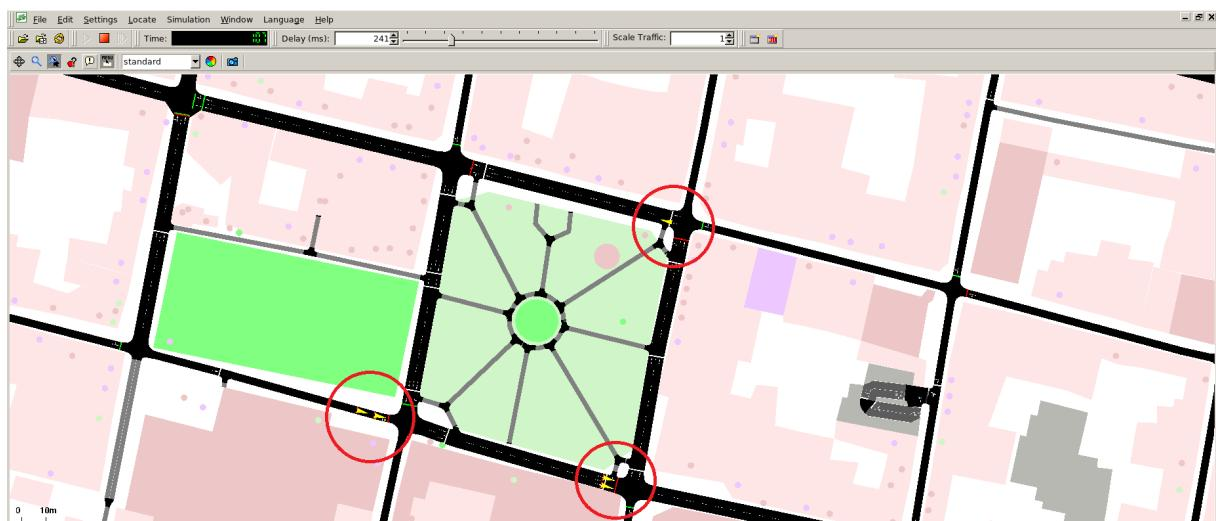

Figura 1.13: Simulación en marcha desde la interfaz gráfica de SUMO.
- Finalmente, para correr la simulación se debe tener en cuenta el retardo de la misma. Esto se configura en la parte superior (recuadro rojo de la Figura 1.13) del simulador. Luego, es necesario dar clic en la opción *Run* (recuadro azul de la Figura 1.13) y la simulación estará en marcha.